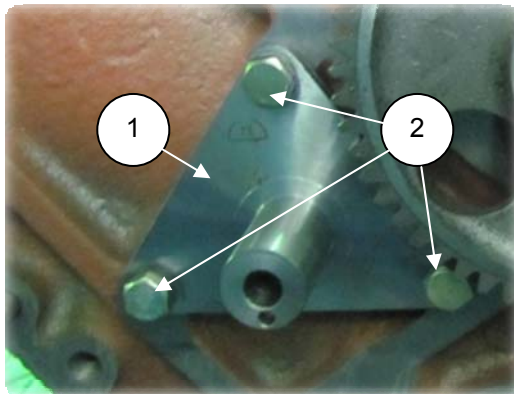

Рис. 6.6
1. Установить ось ведущей шестерни (1) (840.1029128), завернув 3 болта M10 (2) (S=17) моментом $M_{кр} = 4,4-5,6$ кгс·м (рис. 6.6).